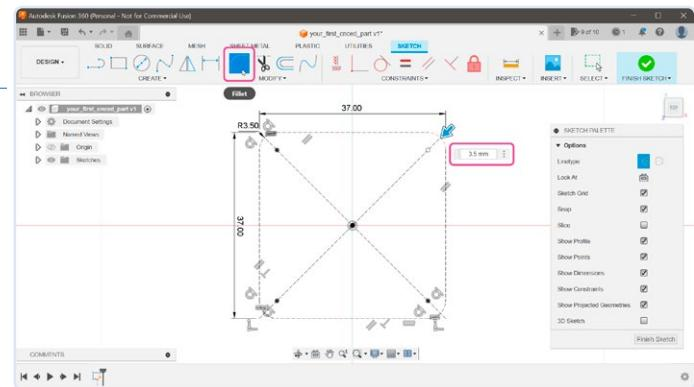

Figure 4. Arrondi des coins du boîtier.
4. Le circuit imprimé a des coins arrondis et il serait judicieux que notre boîtier corresponde à cette forme (**figure 4**). Une mesure approximative montre que le rayon des coins est d'environ 3,5 mm. Dans la barre d'outils, sélectionnez l'outil *Fillet* et cliquez sur toutes les lignes extérieures individuellement. Entrez 3,5 mm pour la valeur *Fillet Radius*.